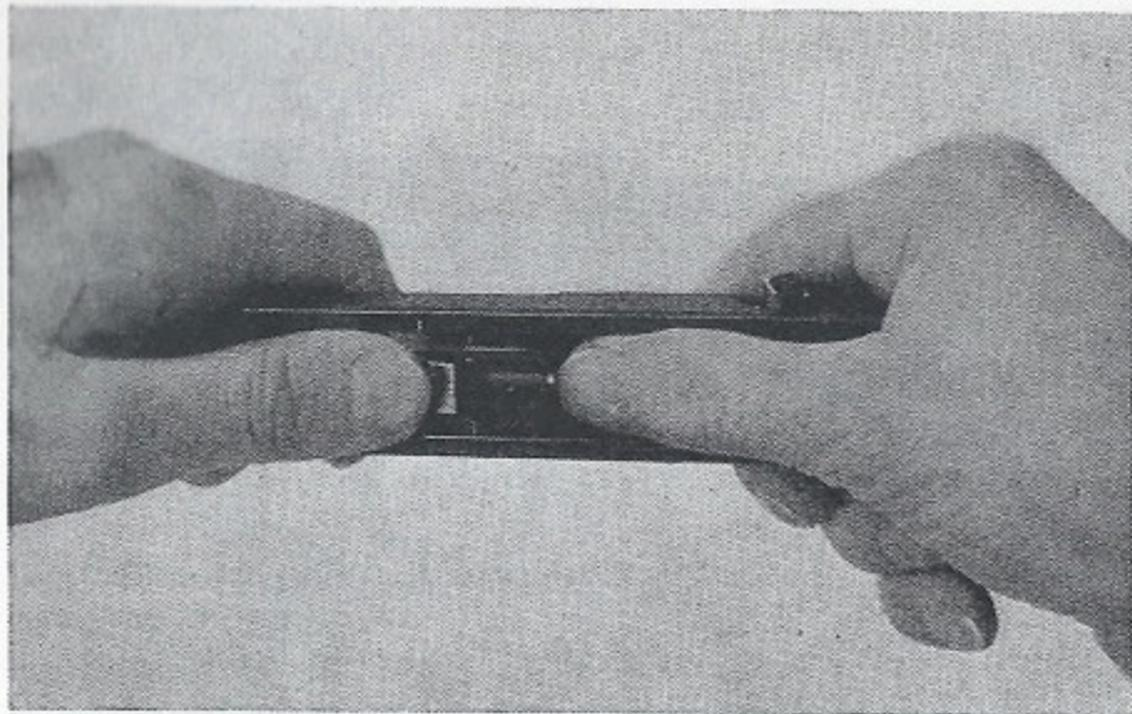

Bild 5
- (6) Den Verriegelungsbolzen nach Bild 5 vordrücken und das Rohr nach vorn abziehen.